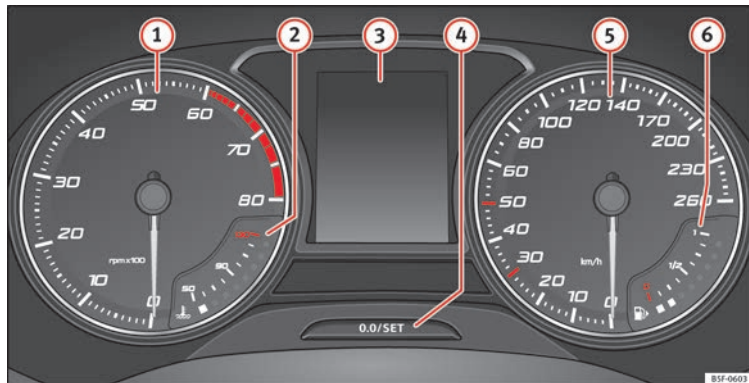

Fig. 111 Cuadro de instrumentos en el tablero de instrumentos.
» **fig. 111:**
El cuentarrevoluciones muestra el régimen de revoluciones del motor por minuto » fig. 111 ①.
Lo más recomendable es evitar los regímenes de revoluciones altos y orientarse según las recomendaciones de la indicación de las marchas. Consulte la información adicional en » fig. 111 ②.
① CUIDADO
La aguja del cuentarrevoluciones ① » fig. 111 sólo deberá alcanzar la zona roja durante un breve período de tiempo, de lo contrario corre el peligro de sufrir daños en el motor.
Al conectar el encendido, en la pantalla del cuadro de instrumentos » fig. 111 ③ puede visualizarse información diversa, en función del equipamiento del vehículo:
- Capó, portón trasero y puertas abiertas » fig. 111 ④.
- Pulse brevemente el botón **» fig. 111 ④** para restablecer el cuentakilómetros parcial a 0.
- Mantenga pulsado el botón **④** durante unos 3 segundos y se visualizará el valor anterior.
- Para ajustar la hora, mantenga pulsado el botón **» fig. 111 ④** durante más de 3 segundos para seleccionar el indicador de horas o bien de minutos.
- Para proseguir el ajuste, pulse la parte superior o inferior del botón **④**. Para que los números se sucedan con rapidez, mantenga la tecla pulsada.
- Pulse nuevamente el botón **④** para finalizar el ajuste de la hora.
Mantenga pulsado el botón **» fig. 111 ④** durante más de 15 segundos para visualizar las letras distintivas del motor (MKB) del vehículo. Para ello, el encendido debe estar conectado y el motor apagado.